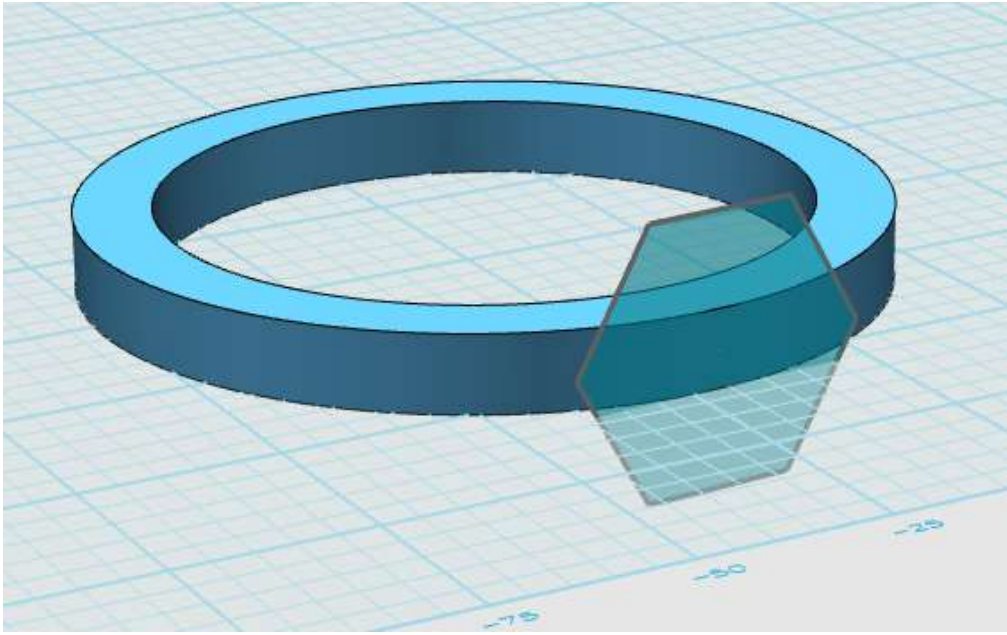

图 1-4
Step 4 点击确定，六边形的草图绘制完毕，如下图 1-4 所示：